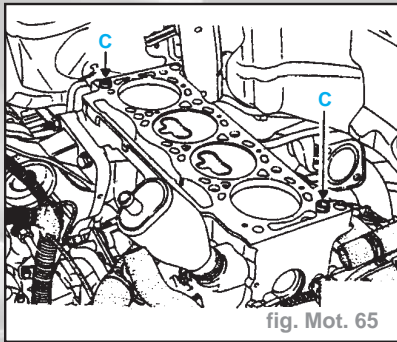

fig. Mot. 65
- Décoller la culasse en écartant la partie inférieure du carter intérieur d'arbre à cames; ceci sans faire pivoter la culasse, car elle est centrée par deux douilles (C) (fig. Mot. 65).
- Centrer la culasse sur les douilles (C) (fig. Mot. 65).